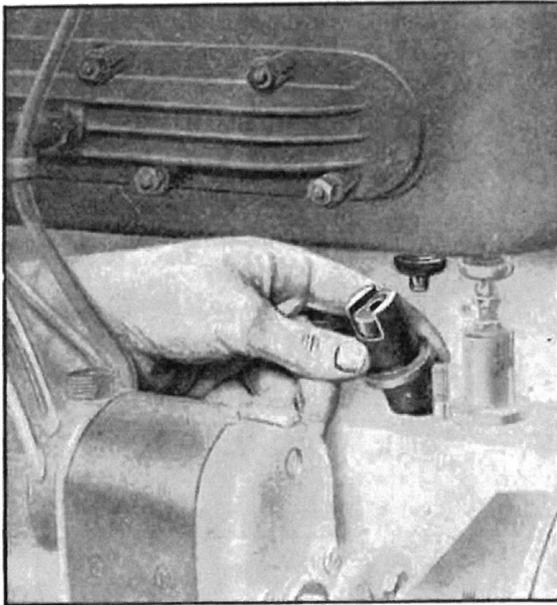

*Fig. 13.* — Démontage, à l'aide d'un lève-soupape, d'une vis de taquet de soupape.
- 3—Dévisser et enlever cette vis en s'aidant d'un lève-soupape (*fig. 13*).